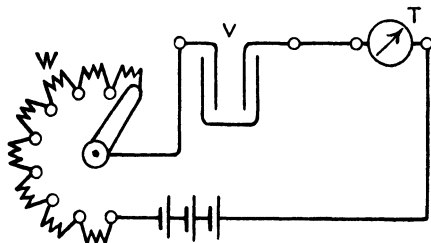

Fig. 1.
17. Um eine Tangentenbussole zu eichen, wurde in den Stromkreis dreier Elemente (Fig. 1) ein Regulierwiderstand W , ein Kupfervoltmeter V und die Tangentenbussole T eingeschaltet. Dieselbe zeigte im Mittel aus 20 Ablesungen 40° [55°] (44°) an, während die Zeitdauer des Stromschlusses 30 min [35 min]
19. Um ein Dynamometer zu eichen, wurde dasselbe mit einem Kupfervoltmeter zusammen in den Stromkreis einer Batterie eingeschaltet (s. Fig. 1), wobei das Dynamometer im Mittel 150⁰ [143⁰] (97⁰) Ausschlag anzeigte, und die Gewichtszunahme der Kathode in 30^{min} [25^{min}] (15^{min}) 2 [2,342] (4,34) g betrug. Wie groß ist hiernach der Reduktionsfaktor?